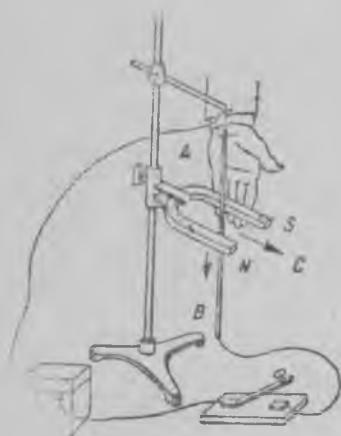

Рис. 99. Токан ке олиян проводан лийкунда магнитнойс поляс.
73. Токан ке олиян проводан лийкунда магнитнойс поляс. Если цеппى үхтүттиä (рис. 99), пиястىä токка подкован näгöзен магнитан